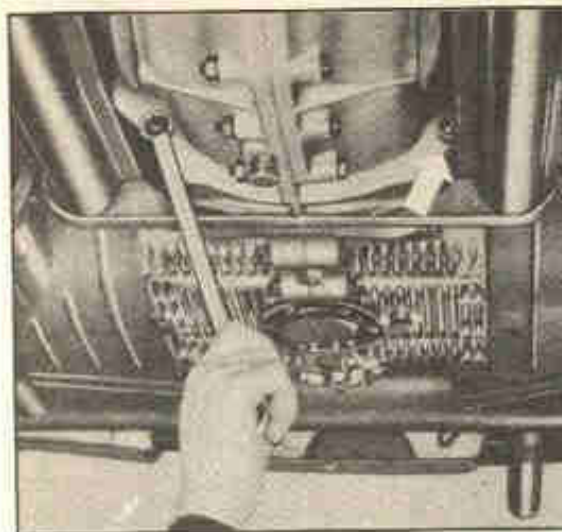

Fig. 1-H — Retirada das porcas dos estojos inferiores que prendem o motor à carcaça da transmissão.
- Drena-se o óleo do cárter e fecha-se a torneira da gasolina (modelos antigos). Retira-se a chapa traseira (42, fig. 1-B, pág. 17).
O motor está livre para ser retirado e a primeira providência a seguir é retirar as duas porcas dos parafusos inferiores, uma de cada lado da transmissão. Esses parafusos são do tipo "estôjo", (Fig. 1-H).